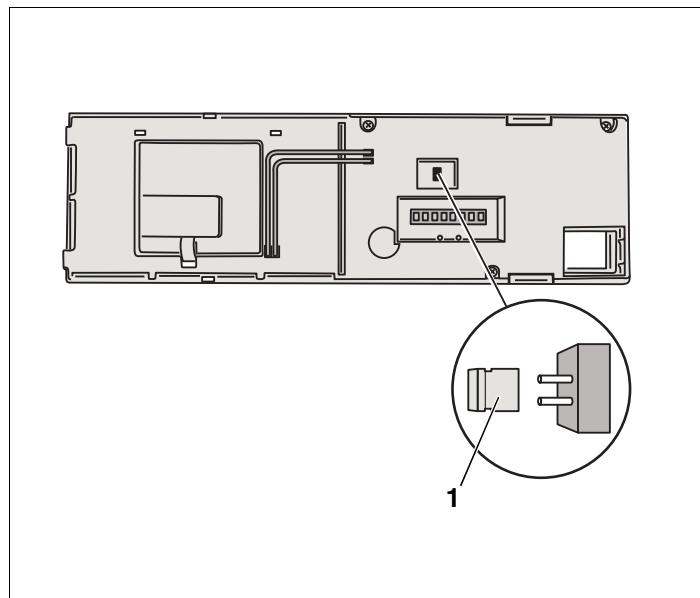

Рис. 24 Задняя сторона главного регулятора BC1
- Выньте перемычку (→ рис. 24, [1]), если требуется ограничить мощность котла.